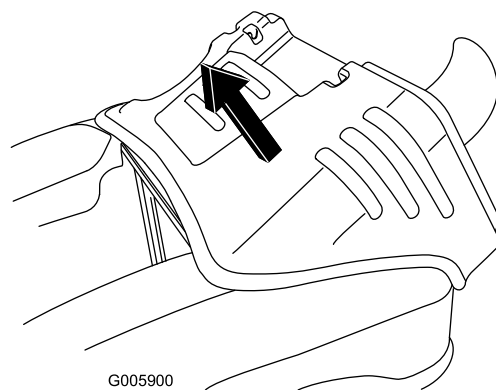

Figure 26
6. Saisissez l'avant et l'arrière du capot du moteur et soulevez-le du châssis (Figure 26).